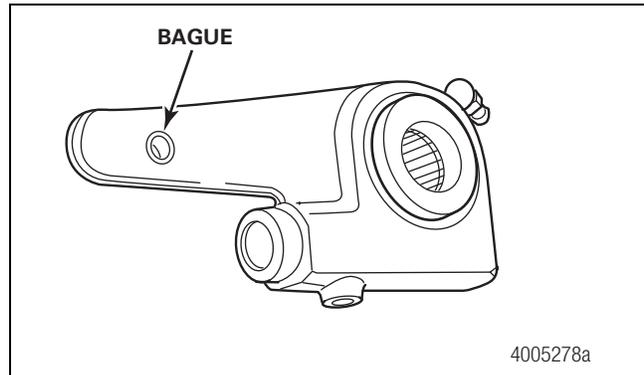

Figure 3.16
7. Vérifier si les bagues du bras du dispositif de rattrapage de jeu sont usées ou endommagées. Remplacer toute bague usée ou endommagée. Veuillez également vous assurer que le diamètre des bagues ne dépasse pas 0,531 po (13,5 mm). Figure 3.16.